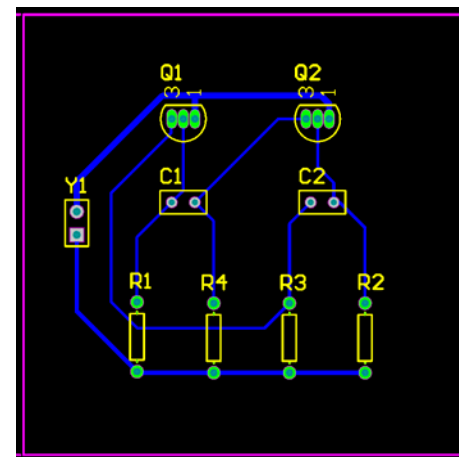
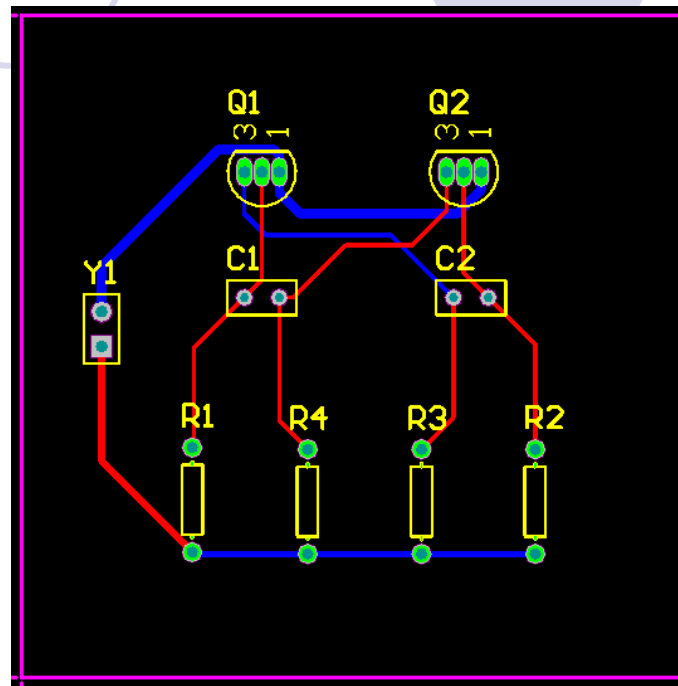

图3-29 完成手动布线的PCB板
图3-30 自动布线结果
- ①Ctrl+左击鼠标，使用Auto-Complete功能，并立即完成布线（此技术可以直接使用在焊盘或连接线上）。起始和终止焊盘必须在相同的层内布线才有效，同时还要求板上的任何的障碍不会妨碍Auto-Complete的工作。对较大的板，Auto-Complete路径可能并不总是有效的，这是因为走线路径是一段接一段地绘制的，而从起始焊盘到终止焊盘的完整绘制有可能根本无法完成。
- ②使用Enter键或左击鼠标来接线，设计者可以直接对目标R1的引脚接线。在完成了一条网络的布线，右击或按ESC键表示设计者已完成了该条导线的放置。光标仍然是一个十字形状，表示设计者仍然处于导线放置模式，准备放置下一条导线。用上述方法就可以布其它导线。要退出连线模式（十字形状）再按鼠标右键或按ESC键。按End键重画屏幕，这样设计者能清楚地看见已经布线的网络。
- 9. 完成PCB上的所有连线后，如图3-29所示，右击或者按ESC键以退出放置模式。
- Situs autorouter提供的布线结果可以与一名经验丰富的设计师相比，如图3-30所示。这是因为Altium Designer在PCB窗口中对设计者的板进行直接布线，而不需要导出和导入布线文件。
- (3) 单击File+Save命令（快捷键：F，S）来储存设计者设计的板。
- 如果设计中的布线与图3-29不完全一样，也是正确的，因为手动布线时，布的是单面板，而自动布线时，布的是双面板，再加上元器件摆放位置不完全相同，布线也会不完全相同。图3-30为自动布线的结果。
从图3-30可以看出，三极管Q1、Q2和4个电阻R1~R4的焊盘呈现绿色高亮，表示它们违反了设计规则，因为规则是实时检查的。下面检查违反设计规则的原因：